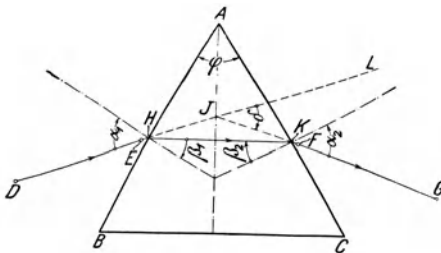

Fig. 129.
c) Suche so die Stellung des Prismas, wo  $G$  so nahe wie möglich bei  $L$  liegt, und zeichne den Umriß des Prismas und den Weg des Strahls bei der Stellung, wo die Ablenkung am kleinsten ist (Fig. 129).
**Anleitung.** i) Stelle das Prisma auf das Papier und ziehe mit einem scharfen Blei Geraden längs  $AB$  und  $AC$  (Fig. 129). Nimm das Prisma weg, schlage mit  $AE$  einen Kreis um  $A$  und stecke die Nadeln  $E$  und  $F$  dicht bei  $AB$  und  $AC$  auf den Kreisbogen. Setze das Prisma wieder an seine frühere Stelle, achte dabei sorgfältig darauf, daß die Kanten wieder genau mit den Geraden  $AB$  und  $AC$  zusammenfallen. Sieh mit einem Auge in der Richtung  $DE$  durch das Prisma, halte den Kopf so, daß  $E$  mit dem Bilde von  $F$  zusammenfällt und stecke dann die Nadel  $D$  ein, und zwar so weit von  $E$  entfernt, wie es Papier und Auge gestatten. Sieh nun in der Richtung  $GF$  durch das Prisma und stecke die Nadel  $G$  so ein, daß sie mit  $F$  und dem Bilde von  $E$  in einer Ebene liegt. Umringle die Nadelstiche und nimm das Prisma und die Nadeln weg.